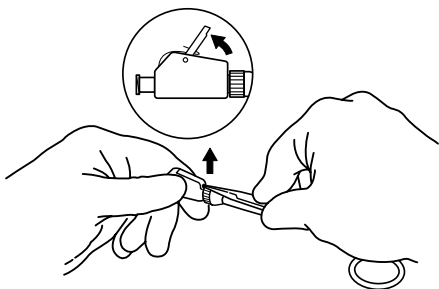

Fig. 4
- Empurre a alavanca para cima até soltar a alavanca de fixação com ressalto. (**Fig. 4**)